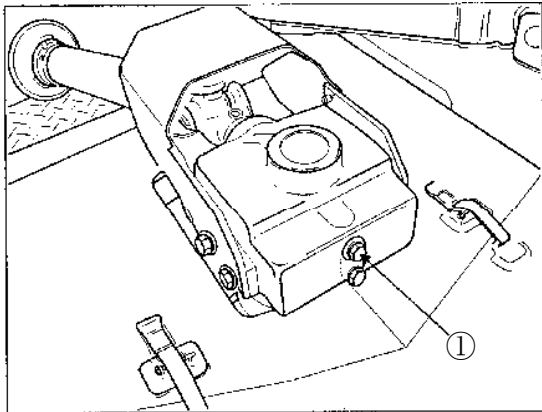

Figure 22
1. With the Mower leveling position, and after the Mower has been stopped for a period of time, check the oil level at the filler plug ①, Figure 22.
1. La tondeuse étant horizontale et arrêtée depuis un moment, vérifier le niveau d'huile avec le bouchon de contrôle ①, Figure 22.